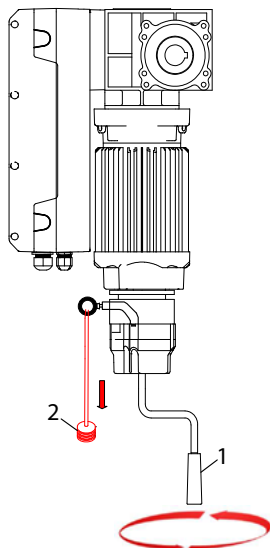

Рисунок 9
В случае, когда тормоз привода препятствует вращению рукоятки и приходится прилагать усилие, превышающее 220 N, крайне осторожно применяйте разблокировку тормоза. Тормоз привода позволяет удерживать ворота в заданном положении. Красный шнур (2) привязан к скобе разблокировки тормоза привода. (Рис. 9)